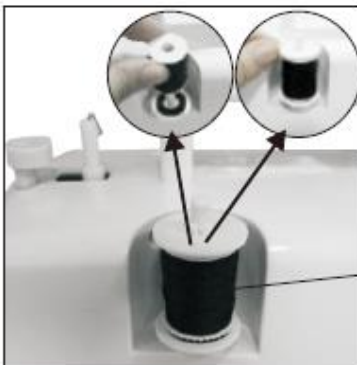

Abb. 20
1. Postavite špulicu na držač. (Abb. 20)